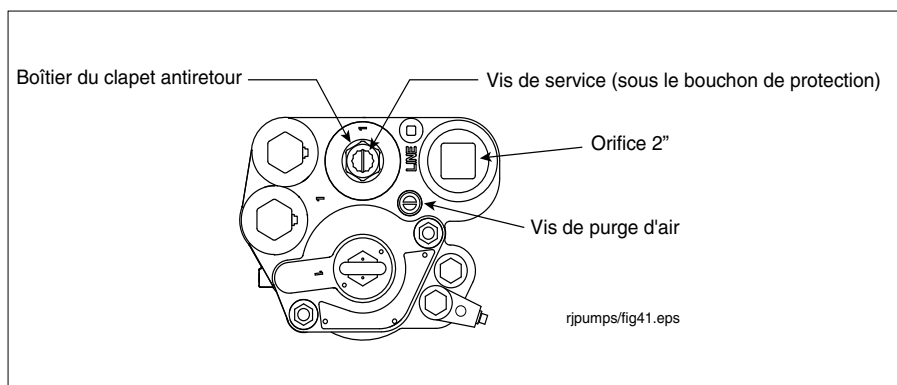

Figure 57. Localisation de la vis de purge d'air
25. Dévissez la vis de purge d'air de 2 à 3 tours (voir la Figure 57).
2. Retirez et conservez le bouchon de protection en haut du boîtier du clapet antiretour et vissez la vis de service (voir la Figure 57). Alors que la vis approche de sa position basse, vous entendez le système se dépressuriser. Continuez à tourner la vis jusqu'en butée. Une fois la vis tout en bas, dévissez-la de 4 tours pour lever le clapet antiretour et laissez le carburant se vider des cavités hydrauliques du collecteur.
5. Localisez la vis de purge d'air en haut du collecteur (Figure 57).